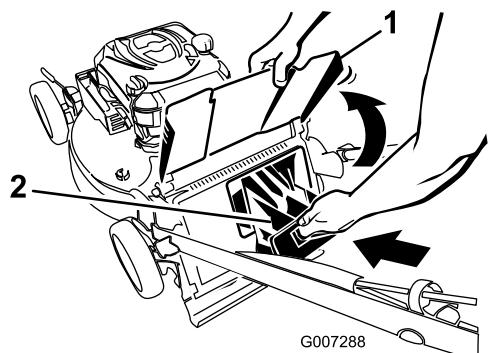

Figure 26
**Important:** Vérifiez que l'obturateur de l'éjecteur arrière est bien verrouillé en place. Pour enlever l'obturateur : relevez le déflecteur d'éjection (Figure 26), appuyez fermement sur l'obturateur